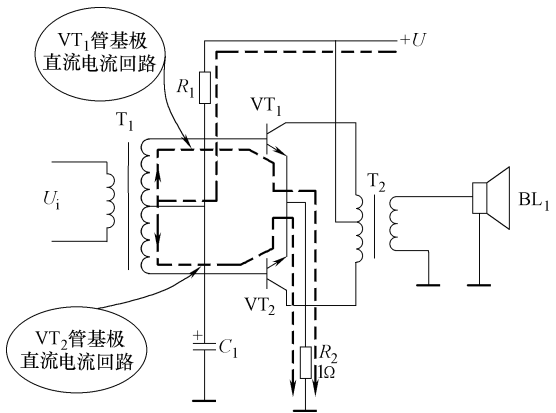

图 11-56 两管基极直流电流回路示意图
1) 两管基极直流电流回路。图 11-56 所示是两管基极直流电流回路示意图,  $R_1$  是两管共用的固定式偏置电阻, 为  $VT_1$  和  $VT_2$  管提供很小的静态电流, 使两管工作在甲乙类状态。 $C_1$  为滤波电容。